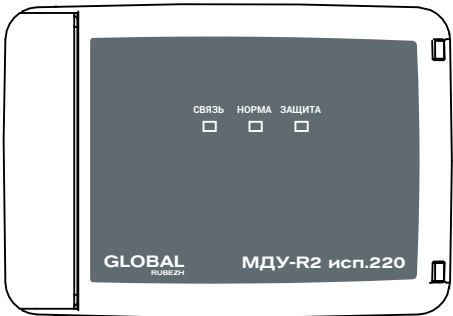

Рисунок 1
- 5.1 Модуль конструктивно выполнен в пластмассовом корпусе. Корпус состоит из двух частей – основания и крышки. Крышка (рисунок 1) имеет окна для индикаторов СВЯЗЬ, НОРМА, ЗАЩИТА, расположенных на плате.